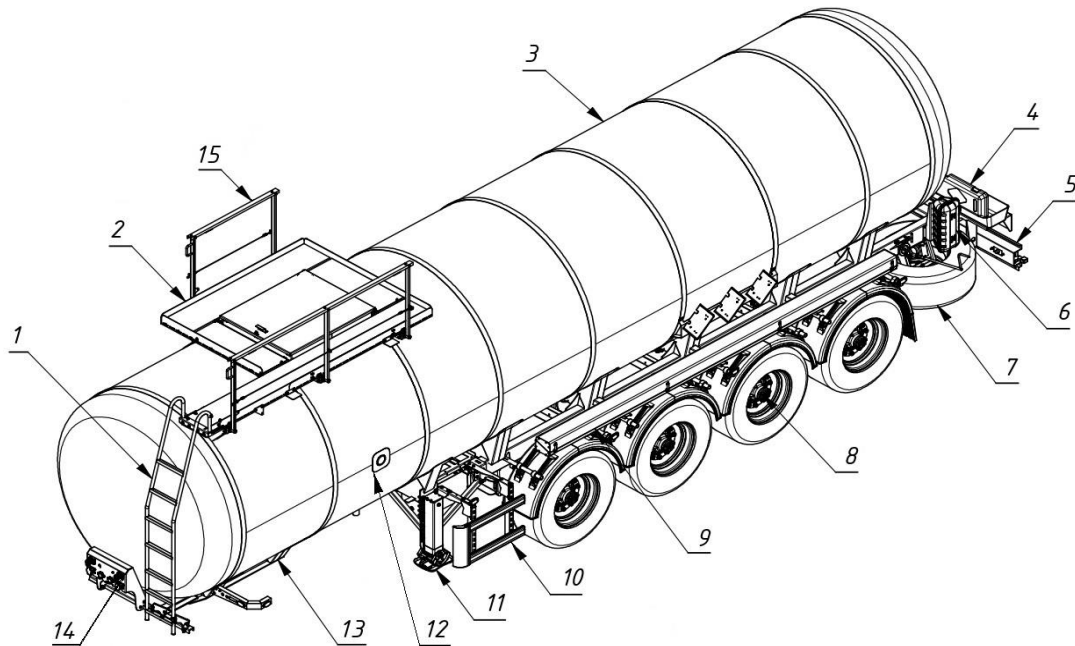

Рис. 2.3 - общий вид полуприцепа типа 914211 модификации 914221-01, 914221-02
- тип 914211 модификации 914221-01, 914221-02 рис. 2.3, 2.4, 2.5